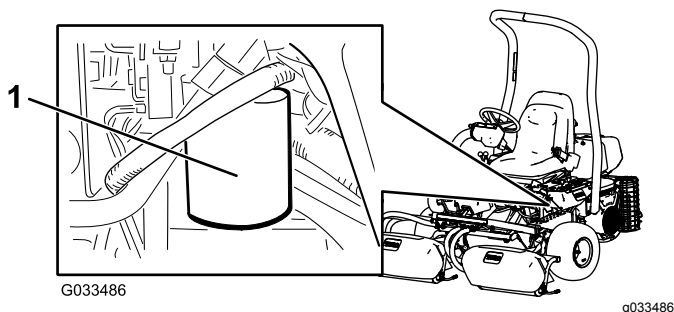

Figure 50
2. Retirez les boulons qui fixent la plaque de protection du vérin de levage que vous réglez aux supports du châssis (Figure 50).
1. Nettoyez la zone autour de la surface de montage du filtre gauche (Figure 50). Placez un bac de vidange sous le filtre et enlevez le filtre.